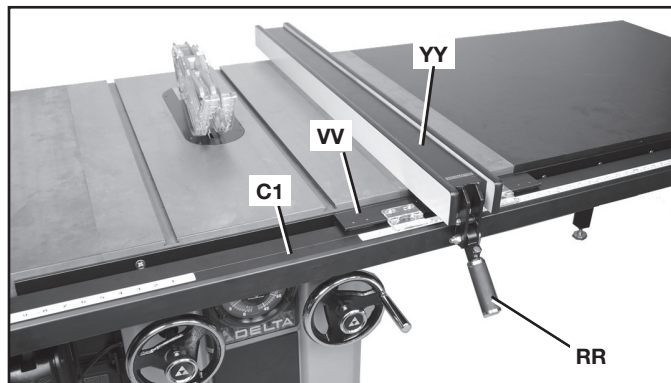
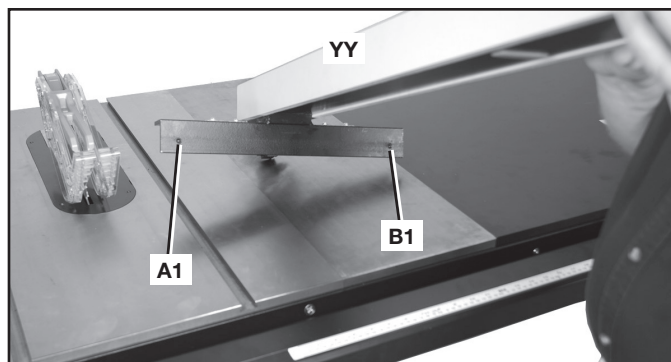

FIG. 24
FIG. 25
Cuando el mango de bloqueo de la guía (RR), Fig. 24, está hacia abajo, el brazo transversal de la guía (VV) debe estar completamente sujeto al tubo de la guía (C1).
Si el brazo transversal de la guía (VV), Fig. 24, no está completamente sujeto al tubo de la guía (C1) cuando el mango está hacia abajo, como se muestra, levante el mango (RR), levante la guía del tubo de la guía y de vuelta la guía, como se muestra en la Fig. 25.
Si la guía está demasiado floja: ajuste levemente los dos tornillos de ajuste (A1), Fig. 25, y (B1).
Si la guía está demasiado ajustada: afloje los dos tornillos (A1) y (B1), Fig. 25.
Vuelva a colocar la parte trasera de la guía sobre el tubo de la guía (C1), Fig. 24, y vuelva a comprobar si el brazo transversal de la guía está completamente ajustado al tubo de la guía con el mango de sujeción (RR) hacia abajo. De ser necesario, realice más ajustes.
NOTA: Vuelva a comprobar y asegúrese de que la guía (YY), Fig. 24, aún esté paralela a la ranura del calibrador de inglete.